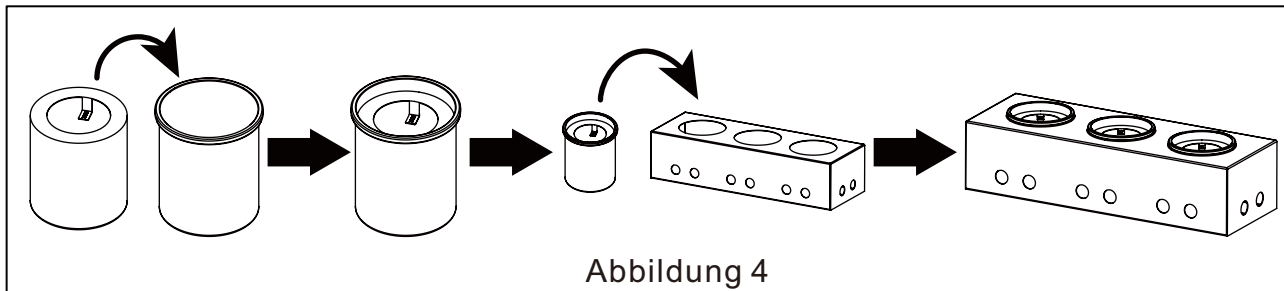

Abbildung 4
(1). Setzen Sie den Brennerkopf vorsichtig in den Feuerschalenkörper ein, so dass der Brennerkopf eben ist (siehe Abbildung 4). Die Feuerschale kann drei Brennerköpfe auf einmal aufnehmen.
1. Installieren Sie den Benzinkanister und das Glasschild (siehe Abbildung 4~5).